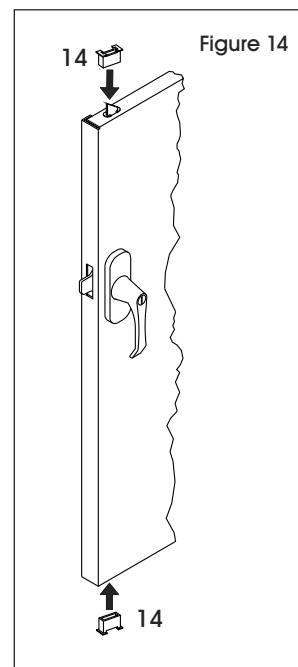

Figure 14
4. Glissez les guides de barre de verrouillage en nylon (14) sur les extrémités des barres de verrouillage et à travers les fentes de la porte. Appuyez fermement jusqu'à ce que les guides s'enclenchent dans la porte. Si nécessaire, tournez la poignée en position ouverte et frappez légèrement avec un marteau jusqu'à ce que les guides s'enclenchent. (Voir Figure 14)